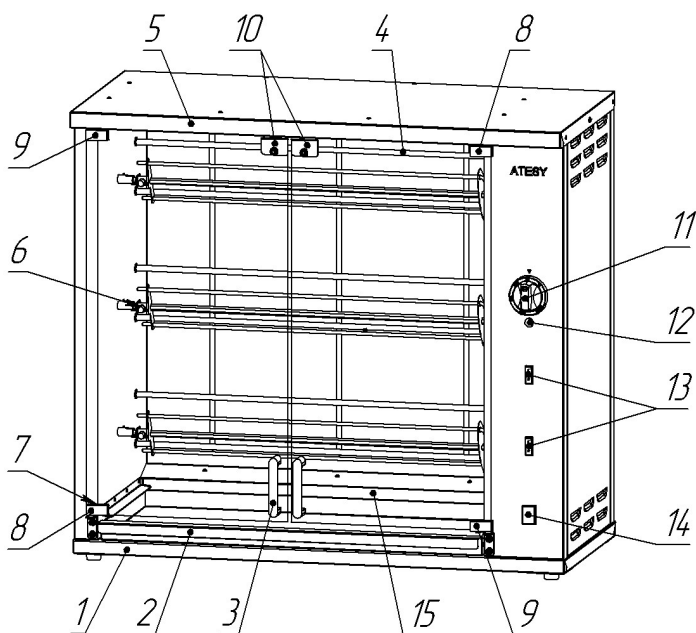

Рис. 1.
1.8. Внешний вид гриля и его составные части показаны на рис. 1.